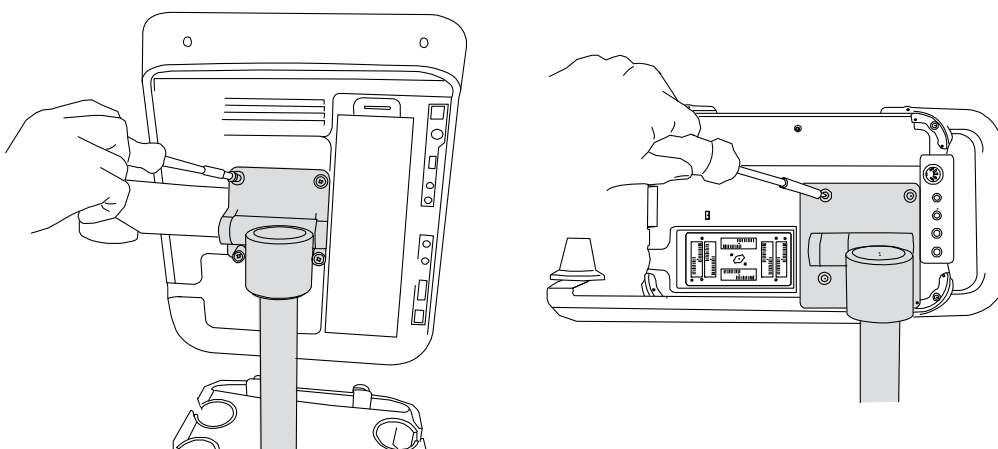

Figura 3 Coloque los tornillos en la placa de montaje: S Series (a la izquierda) y NanoMaxx (a la derecha)
- 4 Apriete los tornillos de cada una de las cuatro esquinas del sistema hasta que quede bien fijado. Apriete con un destornillador Phillips. Consulte la Figura 3.
- 1 Apoye el sistema de ecografía y afloje los tornillos de cada una de las cuatro esquinas de la placa de montaje. Si es necesario, utilice un destornillador Phillips. Consulte la Figura 3.